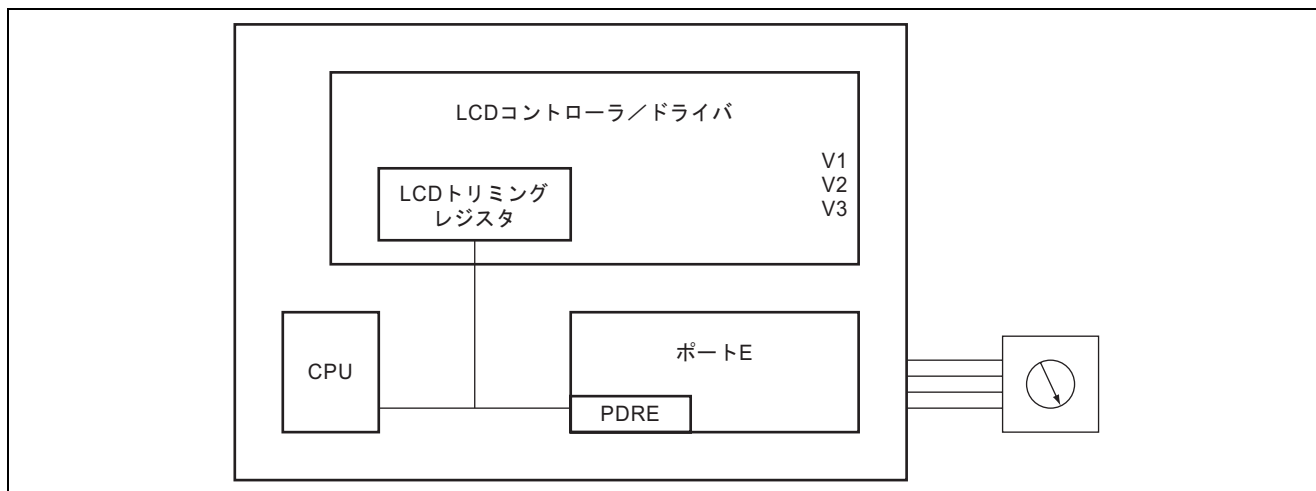

図 2 概観検査によるトリミング方法
5. 図 2 に示すようにロータリディップスイッチを接続して 3V 定電圧電源回路の出力電圧のトリミングを行います。